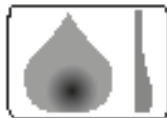

FIGURA 11.4
6. A Figura 11.2 ilustra um bom exemplo de aplicação de tinta. Se a aplicação apresentar uma concentração elevada de tinta no centro, conforme a Figura 11.3, significa que o produto deve ser diluído. Se a aplicação apresentar concentração elevada nas partes superior e inferior, conforme a Figura 11.4, significa que o bico de fluido **5** ou as capas de ar **15R** e **15L** estão parcialmente obstruídos e deverão ser limpos.